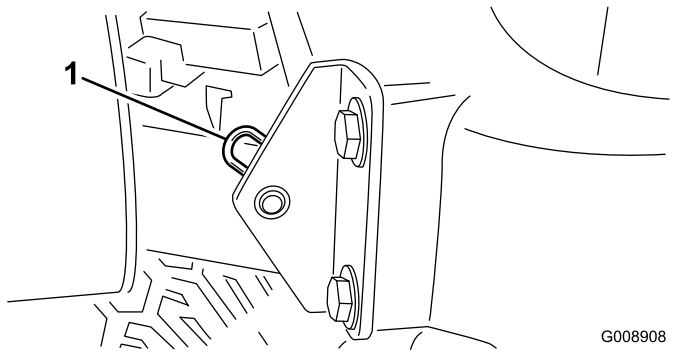

Bild 49
2. Entfernen Sie den Splint, mit dem das Gelenk der Motorhaube an den Befestigungshalterungen befestigt ist (Bild 49).